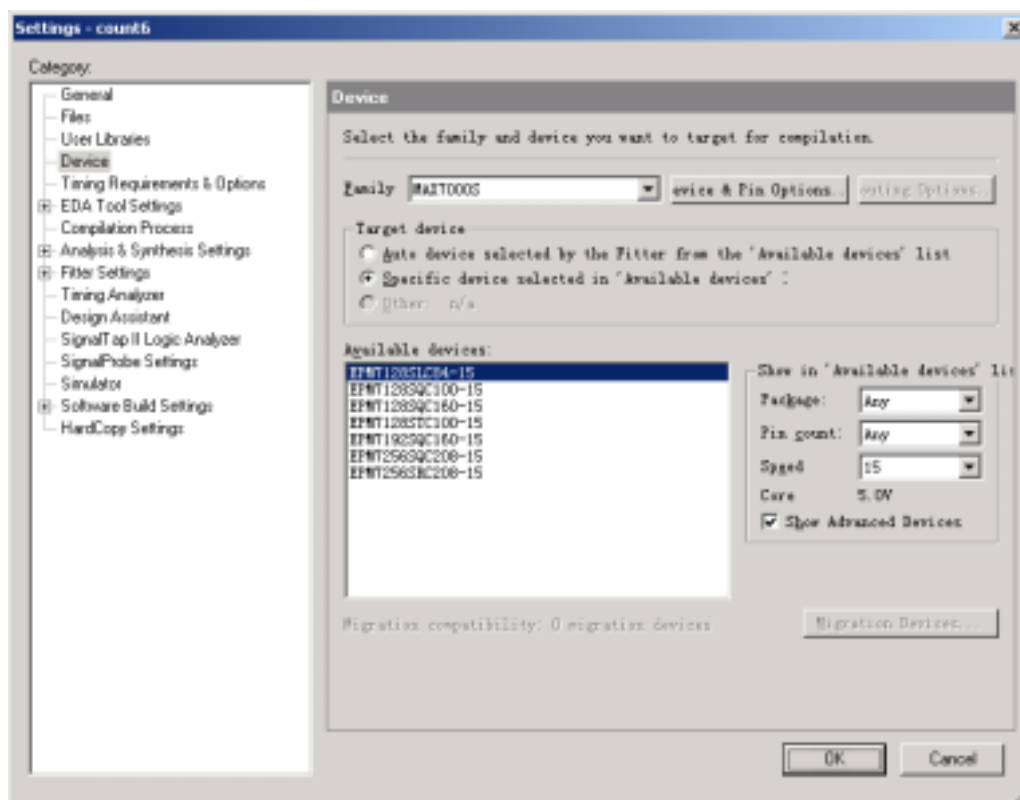

图 2-8 选定目标芯片
(1) 选择目标芯片。目标芯片的选择也可以这样来实现：选择 Assignments 菜单中的 Settings 项，在弹出的对话框中选择 Category 项下的 Device（也可以直接选择 Assignments 菜单中的 Device 项），然后选择目标芯片（方法同创建工程中的第 4 步），如图 2-8 所示。